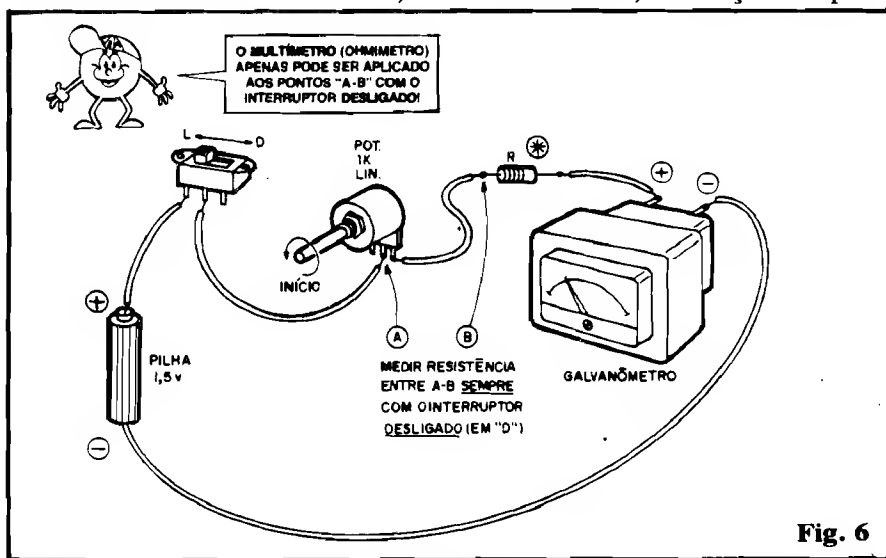

Fig. 6
- **FIG. 6** - Um dado de obtenção bem mais "delicada" é a RESISTÊNCIA INTERNA (da bobininha) do galvanômetro. Para tanto, precisamos de tudo o que foi utilizado na avaliação anterior, incluindo o MULTÍMETRO (só que, desta vez, chaveado para a função de ohmímetro, e numa faixa que permita leitura de Resistências relativamente baixas, mais ou menos com a indicação de "1K" correspondendo à região central da escala...). O potenciômetro, no caso, deve "começar" com o valor de 1K (linear) e o resistor fixo R pode, inicialmente, ser de 470R a 1K. Notar que além desses elementos, precisaremos também de um interruptor simples (pode ser a chave H-H ilustrada) com a nítida noção das suas respectivas posições de "ligado-desligado". Vamos à sequência dos procedimentos: